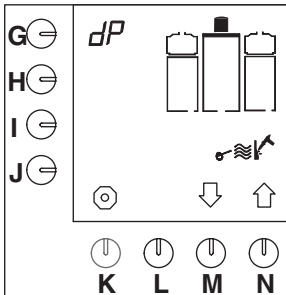

Abb. 18 Starten des Entkalkungsprogramms für das Kaffeebrühsystem
- Jetzt erscheint das Entkalkungsprogramm im Display (Abb.18).
- Drücken Sie so lange auf die Programmier-taste (G.) bis Abb.18 wieder im Display erscheint.